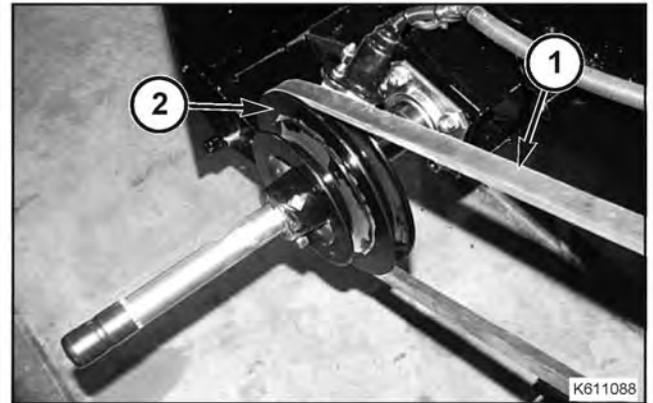

FIG. 59
FIG. 59: cuando se instala una plataforma de trigo en la cosechadora, colocar la correa de transmisión del eje pívot del lado izquierdo (1) en la polea pívot pequeña de la parte trasera del embocador y en la polea pívot grande (2) en el frente del embocador, como se muestra.